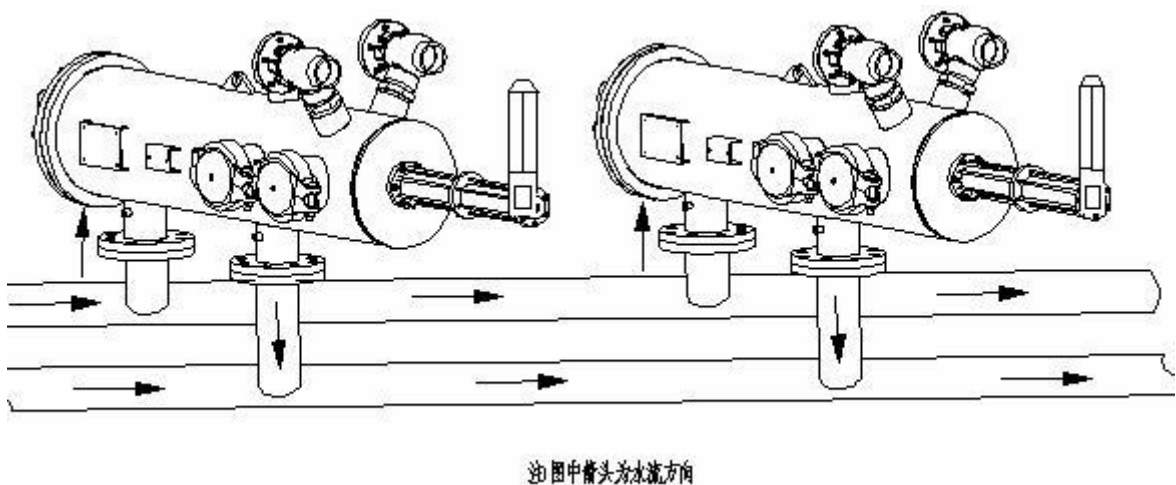

图 7
4) 过滤器规格的选用应遵循流量匹配原则，当单台过滤器流量不能满足管路要求时，可将两个（或多个）过滤器并联安装，见图 7。